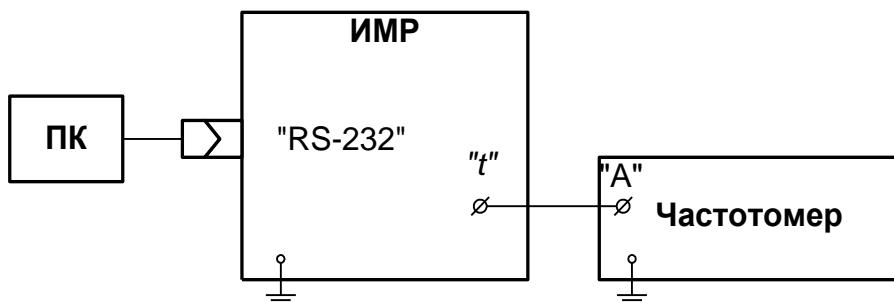

Рис.14. Схема подключения модуля ИМР при поверке.
В соответствии с руководством по эксплуатации выполняется подготовка к работе и проверка функционирования КПИ, для чего последовательно собираются схемы поверки в соответствии с рис.14, 18, 20 для модуля имитатора расхода ИМР, модуля управляемого счетчика импульсов УСИ, модуля измерителя постоянного тока ИПТ.
- собрать схему в соответствии с рис.14;